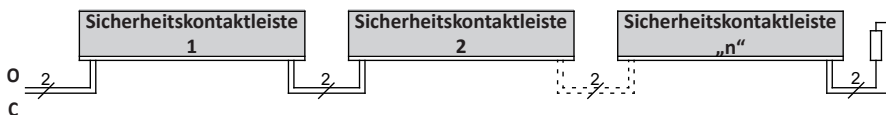

Bild 2: Verschaltung mehrerer Sicherheitskontaktleisten
8.2 Anschluss von mehreren Sicherheitskontaktleisten pro Signalgeberkreis (Bild 2)
An dem Signalgebereingang **O** bzw. **C** können ein oder mehrere Sicherheitskontaktleisten angeschlossen werden. Hierfür werden die einzelnen Sicherheitskontaktleisten entsprechend Bild 2 in Serie geschaltet.